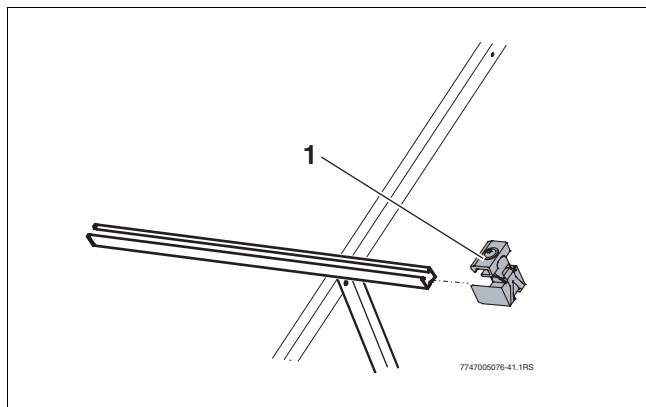

Bild 61 Kollektorspanner einfach einschieben
- Kollektorspanner einfach (Bild 61, [1]) am rechten Ende in die Profilschienen FD/ÜD schieben, bis dieser in das erste Langloch der Profilschiene einrastet